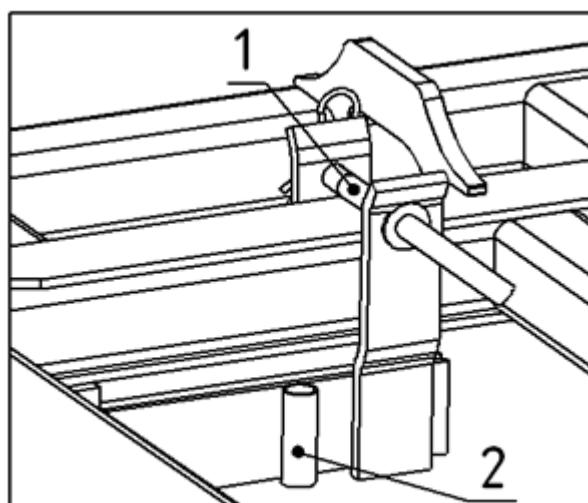

Рисунок 8
- установите два предохранительных штифта 1 (рис. 8) в кронштейны для фиксации боковых рам.
- вынуть два предохранительных штифта 1 (рис. 8) из кронштейнов фиксации боковых рам и установить их в опорные трубы 2 (рис. 8);